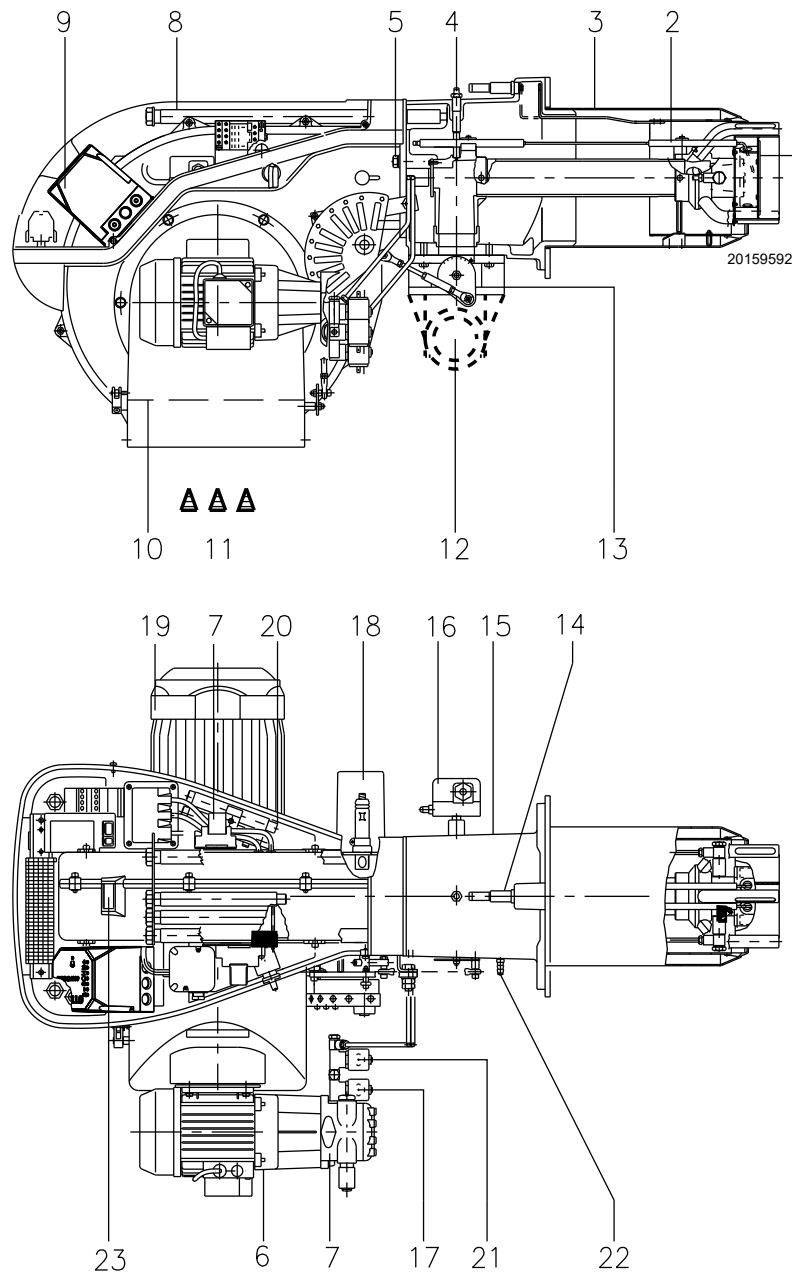

Рис. 5
- (1) Исходные условия: Температура окружающей среды 20 °С - Температура газа 15 °С - Барометрическое давление 1013 мбар - Высота 0 м н. у. м.
- (2) Давление на штуцере 5) (Рис. 5) при нулевом сопротивлении в камере сгорания и при максимальной мощности горелки.
- (3) Звуковое давление было измерено в лаборатории на заводе-изготовителе, горелка работала на испытательном котле на максимальной мощности.